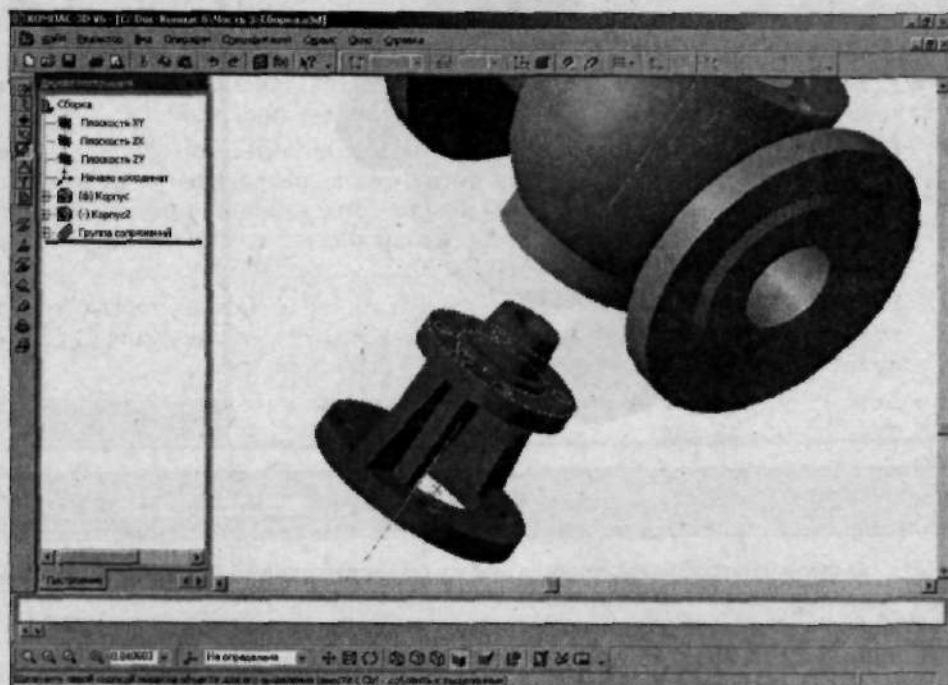

Рис. 3.12. Выделите вторую поверхность сопряжения
8. Разверните детали так, чтобы теперь была видна поверхность стыка детали **Седло2** (рис. 3.12), для этого воспользуйтесь кнопкой  (Повернуть) и, если необходимо, кнопкой  (Сдвинуть).